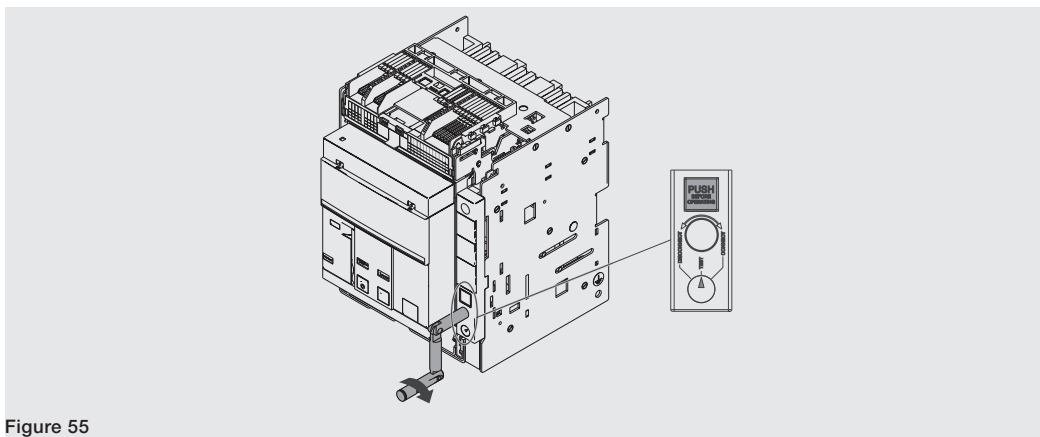

Figure 55
6. Tourner la manivelle dans le sens horaire jusqu'à ce que le bouton sorte et l'indicateur signale que le disjoncteur est en position **TEST**. Voir Figure 55.